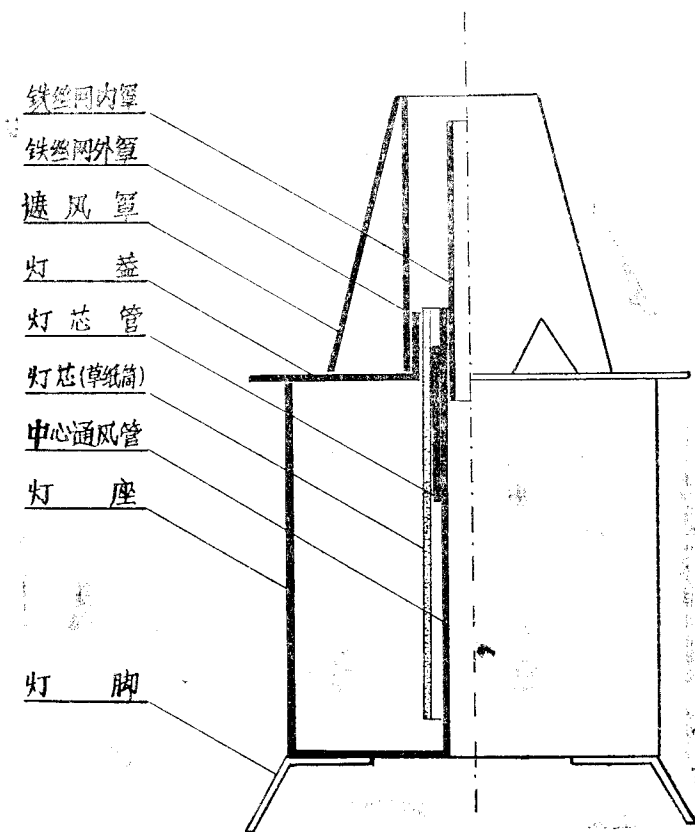

图6 实验加热用煤油灯的结构
要使煤油燃烧完全，需要对灯进行改造，使空气供应充足。下面介绍一种适合于实验室加热用的煤油灯，可用白铁皮或罐头筒的铁皮来加工制造。图 6 绘出了这种煤油灯的结构。
1. 灯座 灯座是煤油灯的贮油部分，为一直径约60mm、高约65mm的有底无盖圆筒，类似大小的罐头筒或其它铁皮筒（如补车胎的胶水筒）均可利用。筒底中心开一直径大约12—14mm的圆洞，再卷一外径约12—14mm、长约75mm的铁皮管，接缝用锡焊牢。铁皮管的一端焊在筒底的中心圆洞上，如图 7 所示。我们把此管称为中心通风管。最后，将三条长约35mm、10mm的铁皮，焊在沿灯座底的三个互成120°的半径方向，铁皮伸出灯座底部边缘约15mm。再将伸出部分向下弯折约120°，成为三个灯脚（见图 6）。